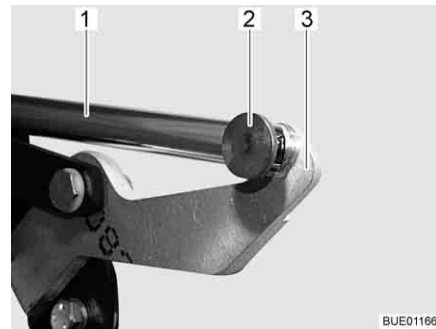

Bild 120 Drivning
- Ta bort förbindelsen (t. ex. stift och fkåderkontakt) (Bild 120,2) mellan skjutstången (Bild 120,1) och armen (Bild 120,3).